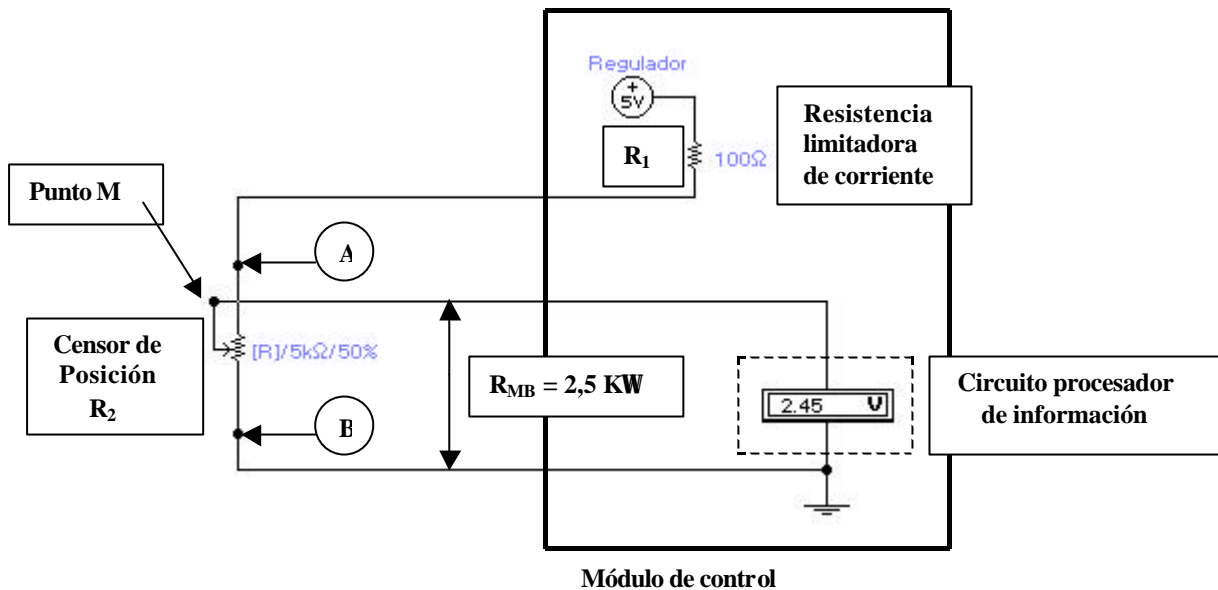

Figura 5
- Por ejemplo si nos remitimos a la Figura 5: